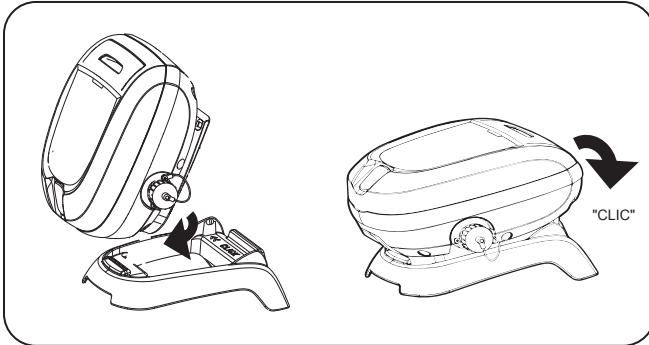

Figura 1. Conecte la base de la unidad de control
- EE. UU.: Según los requisitos de NEC®, mantenga la unidad de control por lo menos a (5) pies (1.5 m) del borde de la piscina. CANADÁ: Según los requisitos de CEC, mantenga la unidad de control por lo menos a tres (3) m (10 pies) del borde de la piscina.
1. Asiente la unidad de control firmemente en la base de la unidad de control (Figura 1).